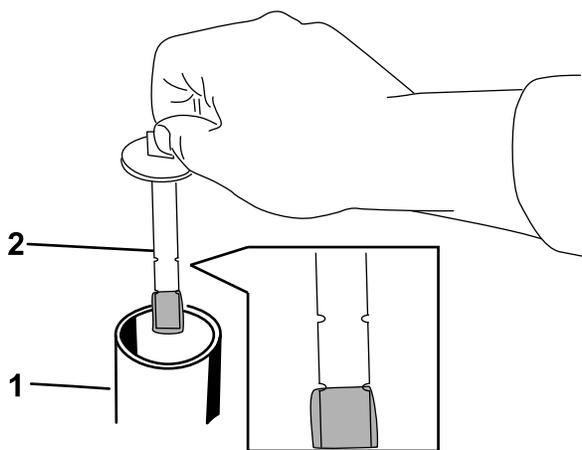

Рисунок 79
7. Снимите крышку заливной горловины и проверьте уровень жидкости с помощью масломерного щупа (Рисунок 79).